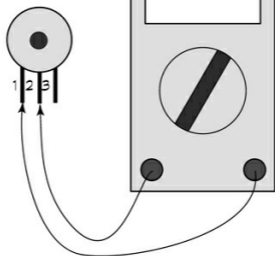

Figura 12.7 Connettete i puntali al primo contatto e al contatto centrale, al contatto centrale e al terzo e poi al primo e al terzo.
- Se i puntali sono applicati a un punto fisso (punto 1) e al punto mobile (punto 2) come rappresentato nella Figura 12.7, ruotando la manopola del potenziometro in una direzione si aumenta la resistenza, mentre nella direzione opposta si riduce la resistenza.